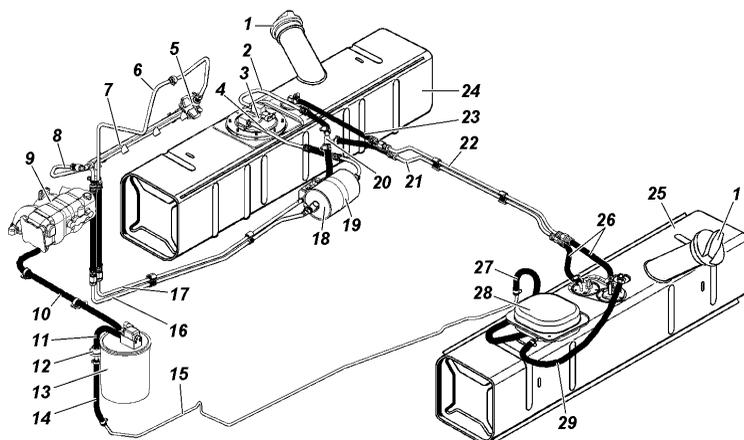
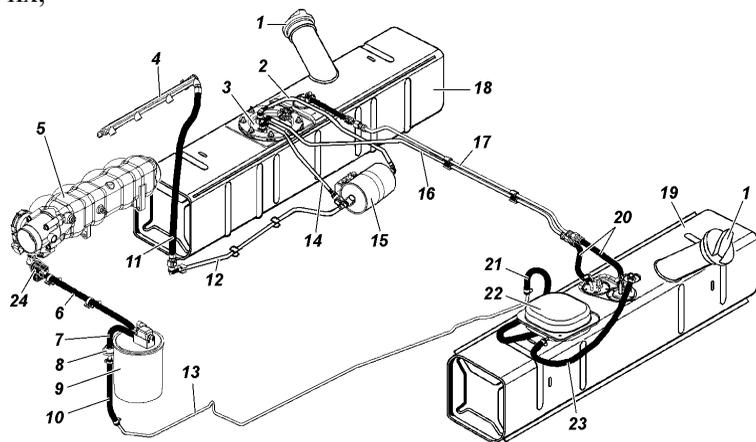

Рис. 9.27. Схема системы питания двигателя топливом
Рис. 9.28. Схема системы питания двигателя топливом (Экологический класс 3):
**Топливные баки 24, 25 (рис. 9.27) и 18, 19 (рис. 9.28).**
- откройте люк в полу кузова над электробензонасосом 3 и отверните болты крепления сепаратора 28 (рис. 9.27) или 22 (рис. 9.28) и выньте его, отсоедините от него шланги;
**Электробензонасос 3** (рис. 9.27) погружного типа с датчиком указателя уровня топлива.
На автомобилях экологического класса 3 установлен топливный модуль 3 (рис. 9.28) погружного типа, включающий в себя электробензонасос, струйный насос и регулятор давления и датчик указателя уровня топлива.